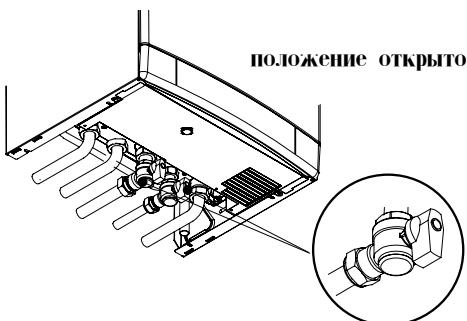

рисунок 6.1
- Откройте газовый кран 8 (рисунок 6.1) на устройстве и проверьте подключение на отсутствие утечек.
- Откройте кран подачи холодной воды 7(рисунок 6.1).